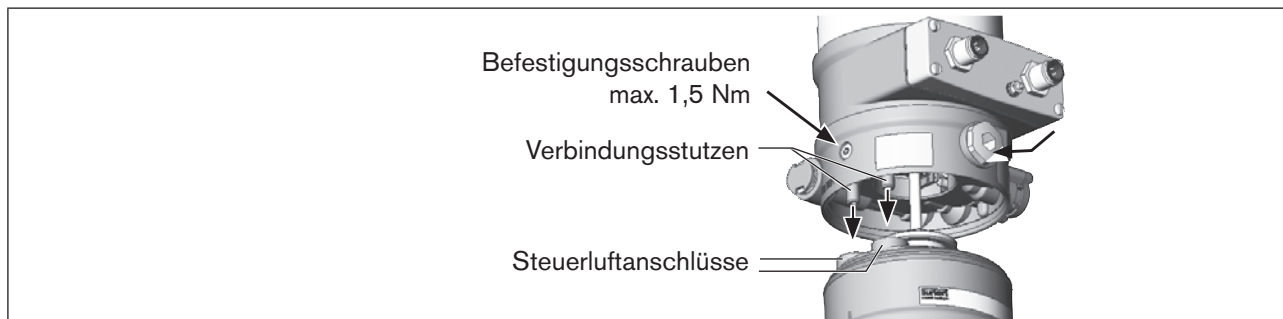

Bild 15: Ausrichten der Steuerluftanschlüsse
1. Die Steuerluftanschlüsse des Antriebs zu den Verbindungsstutzen des Typs 8692/8693 (siehe „Bild 15“).